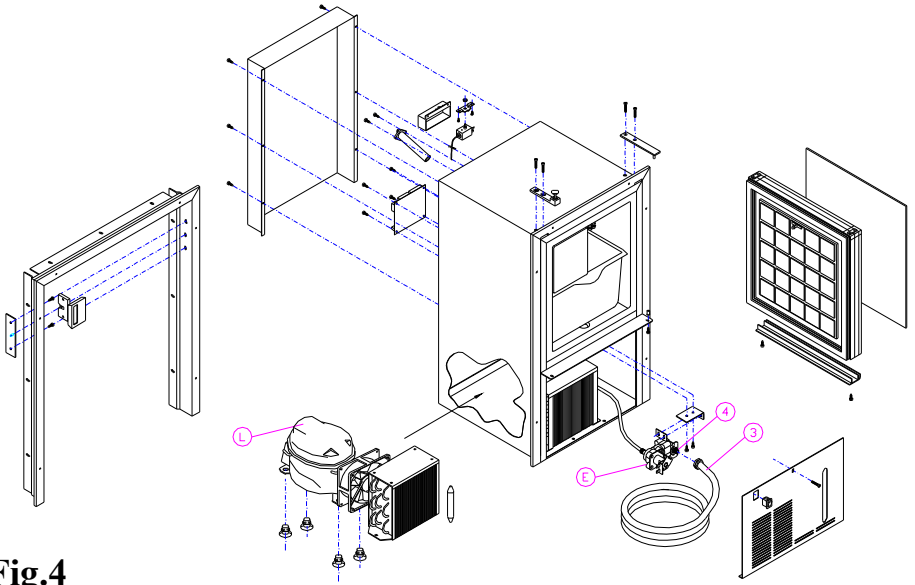

Fig.4
Conectar la red hídrica con canalón fileteado (4) que aparece encima de la electroválvula (E) mediante el tubo flexible (3) en dotación (ver fig. 4).